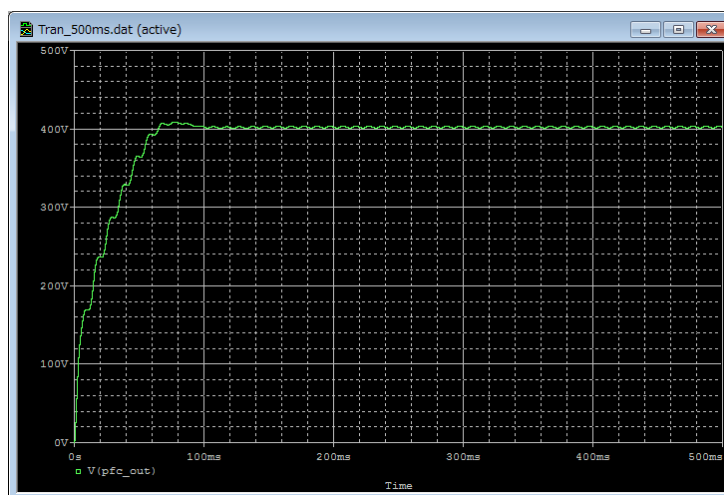

図 5.10 結果波形表示 (例: PFC 出力電圧波形)
- (3) PSpice® A/D のグラフウィンドウに結果波形が表示されます。(図 5.10)